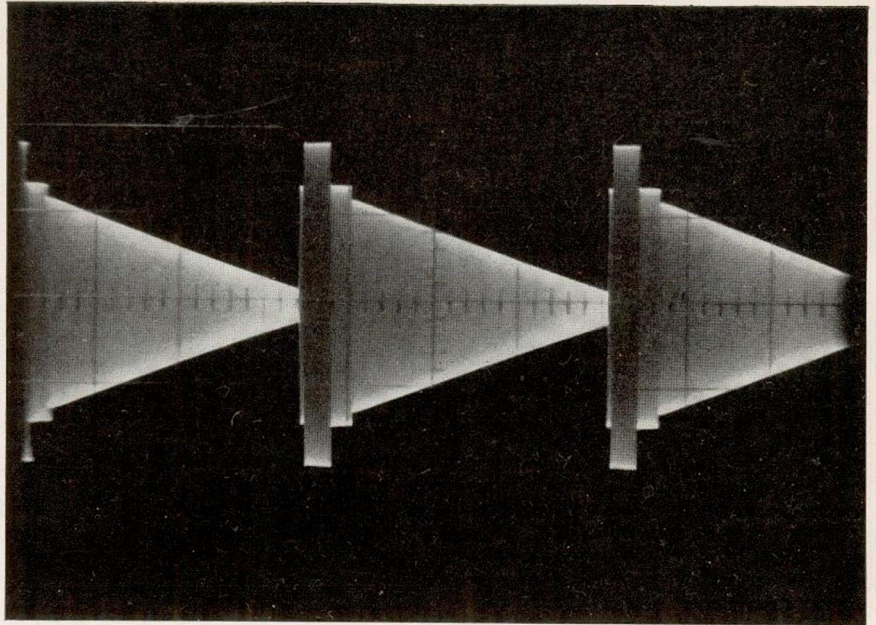
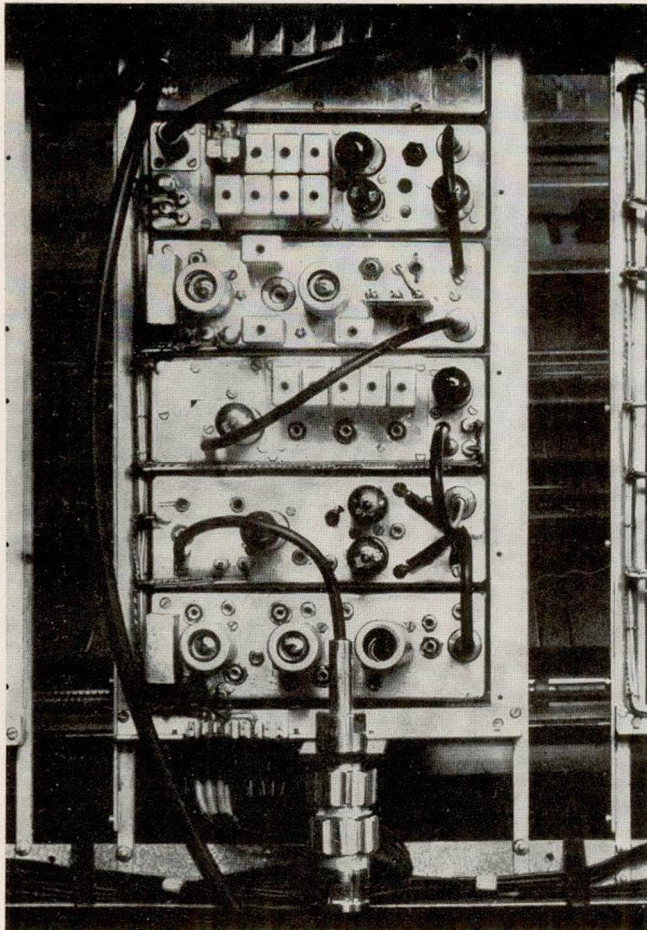

Bild 3: Oszillogramm am Ausgang der Brückenmodulation mit Sägezahn-Signal
Bild 2: Die einzelnen Bausteine sind durch steckbare Koaxialkabel miteinander verbunden
Die jeweils zusammengehörenden Röhren und Schaltelemente sind in sechs Bausteinen untergebracht und durch Koaxialkabel miteinander verbunden (Bild 2). Durch diese Aufgliederung ist es leicht möglich, die Bausteine einzeln durchzumessen bzw. zu wobbeln. Von den sechs Bausteinen sind vier, unabhängig vom jeweiligen Kanal, mechanisch und elektrisch gleich; die beiden letzten müssen dagegen elektrisch für den bestimmten Kanal ausgelegt werden.
und verdoppelt sie zweimal auf 44 MHz. Nach Verstärkung in einer weiteren Stufe führt man sie dem Brückenmodulator zu. Der Modulator selbst besteht aus zwei Symmetriertrafos und vier Germaniumdioden. Mit dem Brückenmodulator erreicht man gute Linearität (Bild 3).
Man möchte diesen Einwand zunächst vielleicht als übertrieben pedantisch ansehen. Die im Bild 1 dargestellte Schaukurve beweist aber, daß eine fehlende Kappe schon Unannehmlichkeiten zur Folge haben kann, denn die zulässigen Höchstwerte der Störstrahlung werden dann weit überschritten. Bild 1 enthält den Ausschnitt eines Meßprotokolls über die Feldstärke der zweiten und dritten Harmonischen des im Band III arbeitenden Oszillators. Der zugelassene Grenzwert beträgt  $90 \mu\text{V}$ , gemessen in 10 m Abstand und unter genau festgelegten weiteren Bedingungen. Aus dem Protokoll ergibt sich, daß z. B. bei 726,45 MHz nicht weniger als  $1270 \mu\text{V}$ , also das 14fache des Grenzwertes, auftritt. Selbst lose sitzende Kappen führen zu übermäßig hohen Störstrahlungswerten. Die Kurven steigen dann zwar nicht so steil nach oben, aber das bei lockerer Kappe gemessene Diagramm im Bild 2 zeigt, daß auch dann die Grenzwerte noch überschritten werden. Aus diesem Grunde achtet man in der Fertigung sehr darauf, daß die Schraubkappen richtig fest angezogen werden. Die gleiche Sorgfalt sollte man im Außendienst walten lassen. Verbogene Kappen, die wie im Bild 3 nicht mehr ordentlich festzuziehen sind, muß man auf jeden Fall ersetzen.
**Bild 3:** Die linke Schraubkappe sitzt nicht ordentlich fest, wie man mit einem Blick erkennt. Das ist nicht nur ein Schönheitsfehler, sondern vielleicht auch Ursache einer zu hohen Störstrahlung